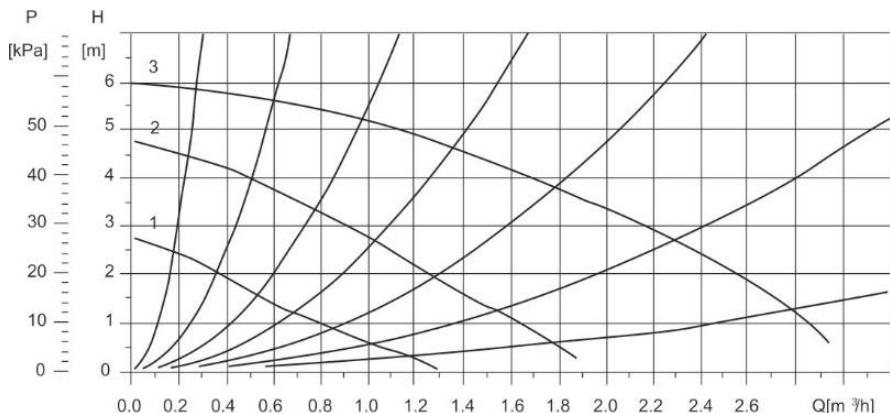

Рис. 14. Кривая характеристики давления насоса
- Схема трехфазного подключения сетевого кабеля к клеммной колодке указана в Рис. 14.